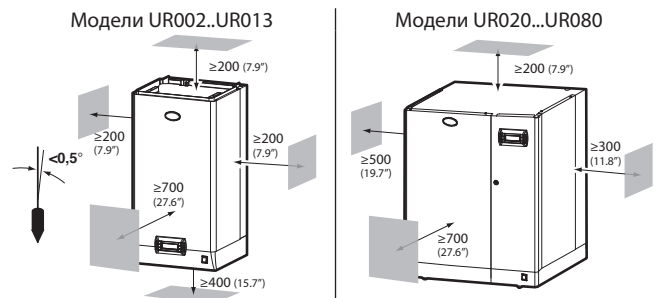

Рис. 1.b
- увлажнитель устанавливается в вертикальном положении с проверкой уровня по уровнемеру; вокруг него необходимо оставлять достаточно свободного пространства (см. Рис. 1.b) для проведения работ по техобслуживанию.